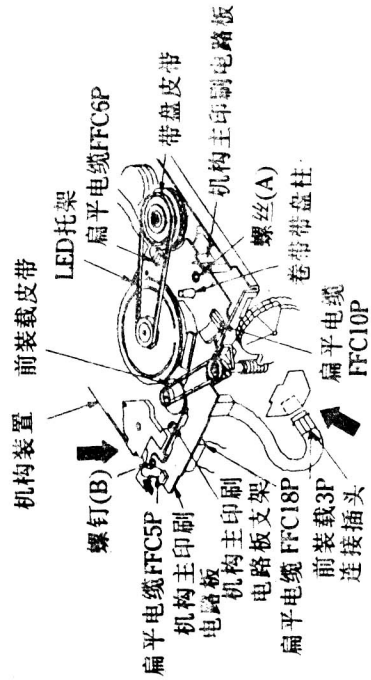

图54
②按图54中箭头所示方向，从机构装置的后侧拔出扁平电缆FFC5P插头，然后取下F/
③如图55a所示,拿住连接插头的凸出部分(如黑色箭头所示),再按白色箭头所示方向拔掉扁平电缆FFC6P和FFC10P(参见图54);
④旋下螺丝A和螺丝B(应注意螺丝各不相同),如图54所示;